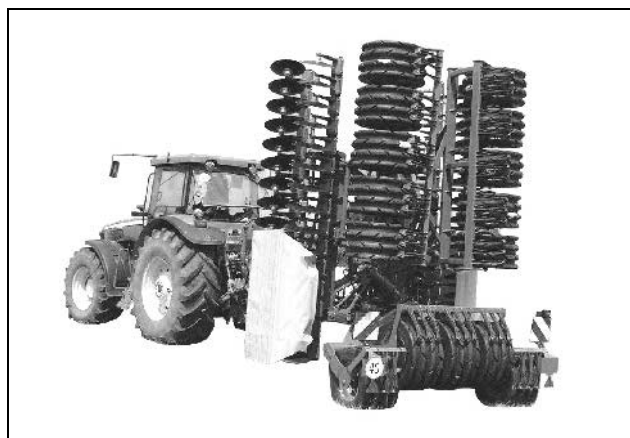

Fig. 26
- **Markredskabet i transportstilling (vejtransport) (Fig. 26)**